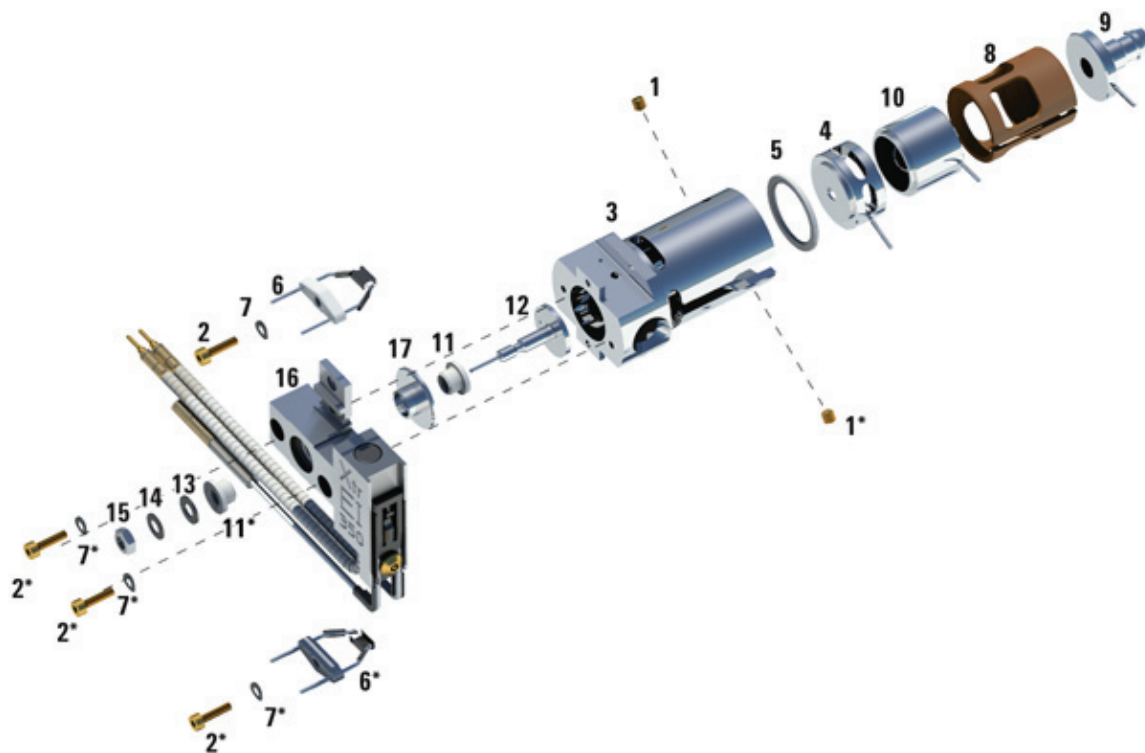

Figure 66. Montage de la source EI HydroInert
Se reporter à la vue éclatée des pièces et à la liste des pièces de la source EI XTR en suivant cette procédure. (Voir **Figure 66** et **Tableau 23** page 226.)
- 1 Monter la lentille de focalisation d'ions, la lentille d'entrée étendue et l'isolant de lentille. (Voir **Figure 66** et **Tableau 23** page 226.)
- 2 Fixer l'isolant de lentille d'extracteur sur la lentille d'extracteur et les faire coulisser dans la source. (Voir **Figure 66** page 226.)
Tableau 23 Liste des pièces de la source EI HydroInert (Figure 66)
Tableau 23 Liste des pièces de la source EI HydroInert (Figure 66) (suite)